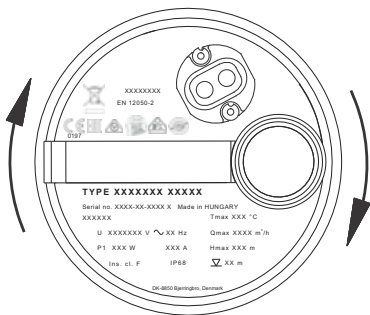

Abb. 8 Drehrichtung
3. Beobachten Sie die Pumpe während des Anlaufens. Tritt bei der Pumpe wie in Abb. 8 gezeigt eine kleine Rückbewegung im Uhrzeigersinn auf, ist die Drehrichtung des Motors korrekt. Erfolgt die Rückbewegung gegen den Uhrzeigersinn, tauschen Sie zwei Phasen des Netzanschlusses.